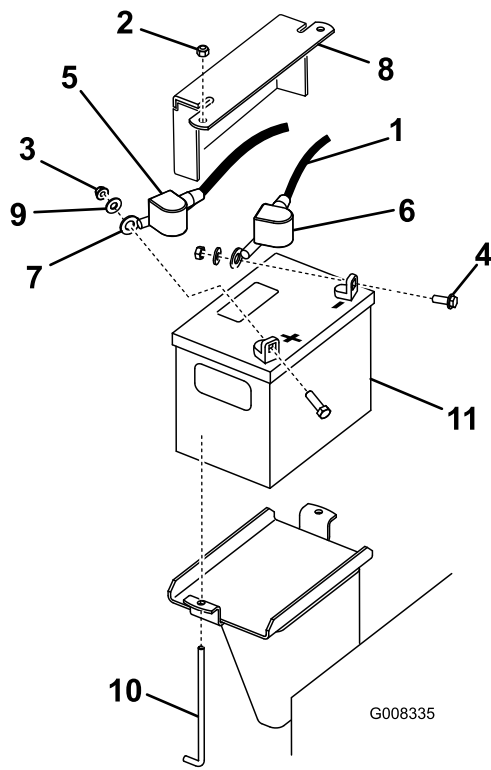

Bild 41
3. Nehmen Sie die Gummiabdeckung vom Minuskabel ab. Klemmen Sie zunächst das Minuskabel vom Minuspol (-) der Batterie ab (Bild 41).
4. Ziehen Sie die rote Polkappe vom (roten) Pluspol der Batterie ab. Ziehen Sie dann das (rote) Pluskabel ab (Bild 41).
5. Entfernen Sie die Befestigungsplatte, die J-Schrauben und die Sicherungsmuttern, mit denen die Batterie befestigt ist (Bild 41) und nehmen sie heraus.
1. Setzen Sie die Batterie in die Maschine (Bild 41).
3. Klemmen Sie zunächst das (rote) Pluskabel am Pluspol (+) der Batterie mit einer Mutter, Scheibe und Schraube an (Bild 41). Schieben Sie die Gummiabdeckung über den Batteriepol.
4. Klemmen Sie dann das Minuskabel und Erdkabel am Minuspol (-) der Batterie mit einer Mutter, Scheibe und Schraube an (Bild 41). Schieben Sie die Gummiabdeckung über den Batteriepol.